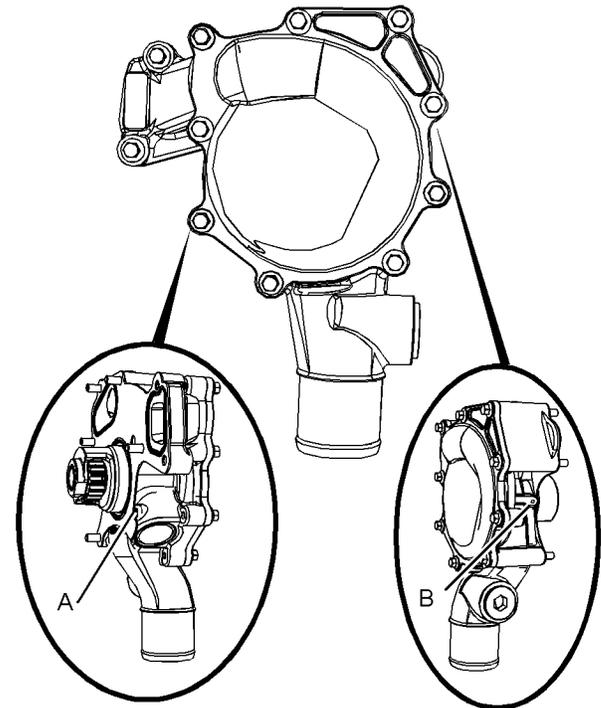

Abbildung 95
**Anmerkung:** Die Wasserpumpendichtungen werden durch das Kühlmittel im Kühlsystem geschmiert. Eine geringe Leckage ist normal. Siehe Abbildung 95 für Details zur Position der Ablauf- und Entlüftungsöffnung.